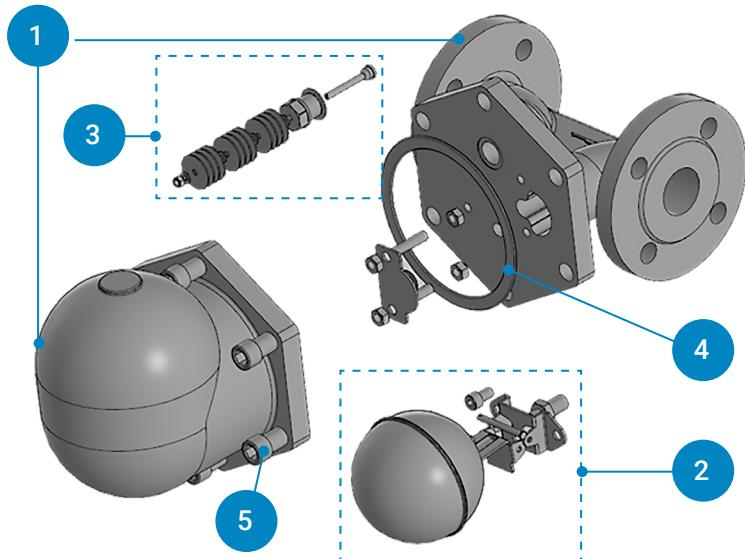

Рисунок 8. Спецификация деталей и запасных частей.
Всегда используйте новые прокладки (см. поз. 4 на Рис. 8) после обслуживания конденсатоотводчика!
На Рис. 8 изображен конденсатоотводчик серии FT43. Описание деталей и запасных частей представлено в Таб. 2.
* В конструкции возможно старое исполнение воздухоотводчика, отличающееся визуально от изображения на Рис. 8.